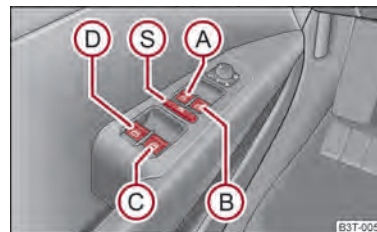

Fig. 27 Teclas en la puerta del conductor
Los conmutadores para las diferentes ventanillas se encuentran en el apoyabrazos del conductor → fig. 27, del acompañante y en las puertas posteriores → fig. 28.
Vd. puede poner fuera de servicio de las teclas en las puertas posteriores pulsando el interruptor de seguridad Ⓢ ⇒ fig. 27. Se ponen de nuevo en funcionamiento las teclas en las puertas traseras pulsando repetidamente el conmutador de seguridad Ⓢ.
- Si se transporta niños en los asientos traseros, se recomienda poner fuera de funcionamiento los elevallunas eléctricos de las puertas traseras (conmutador de seguridad) Ⓢ ⇒ fig. 27.